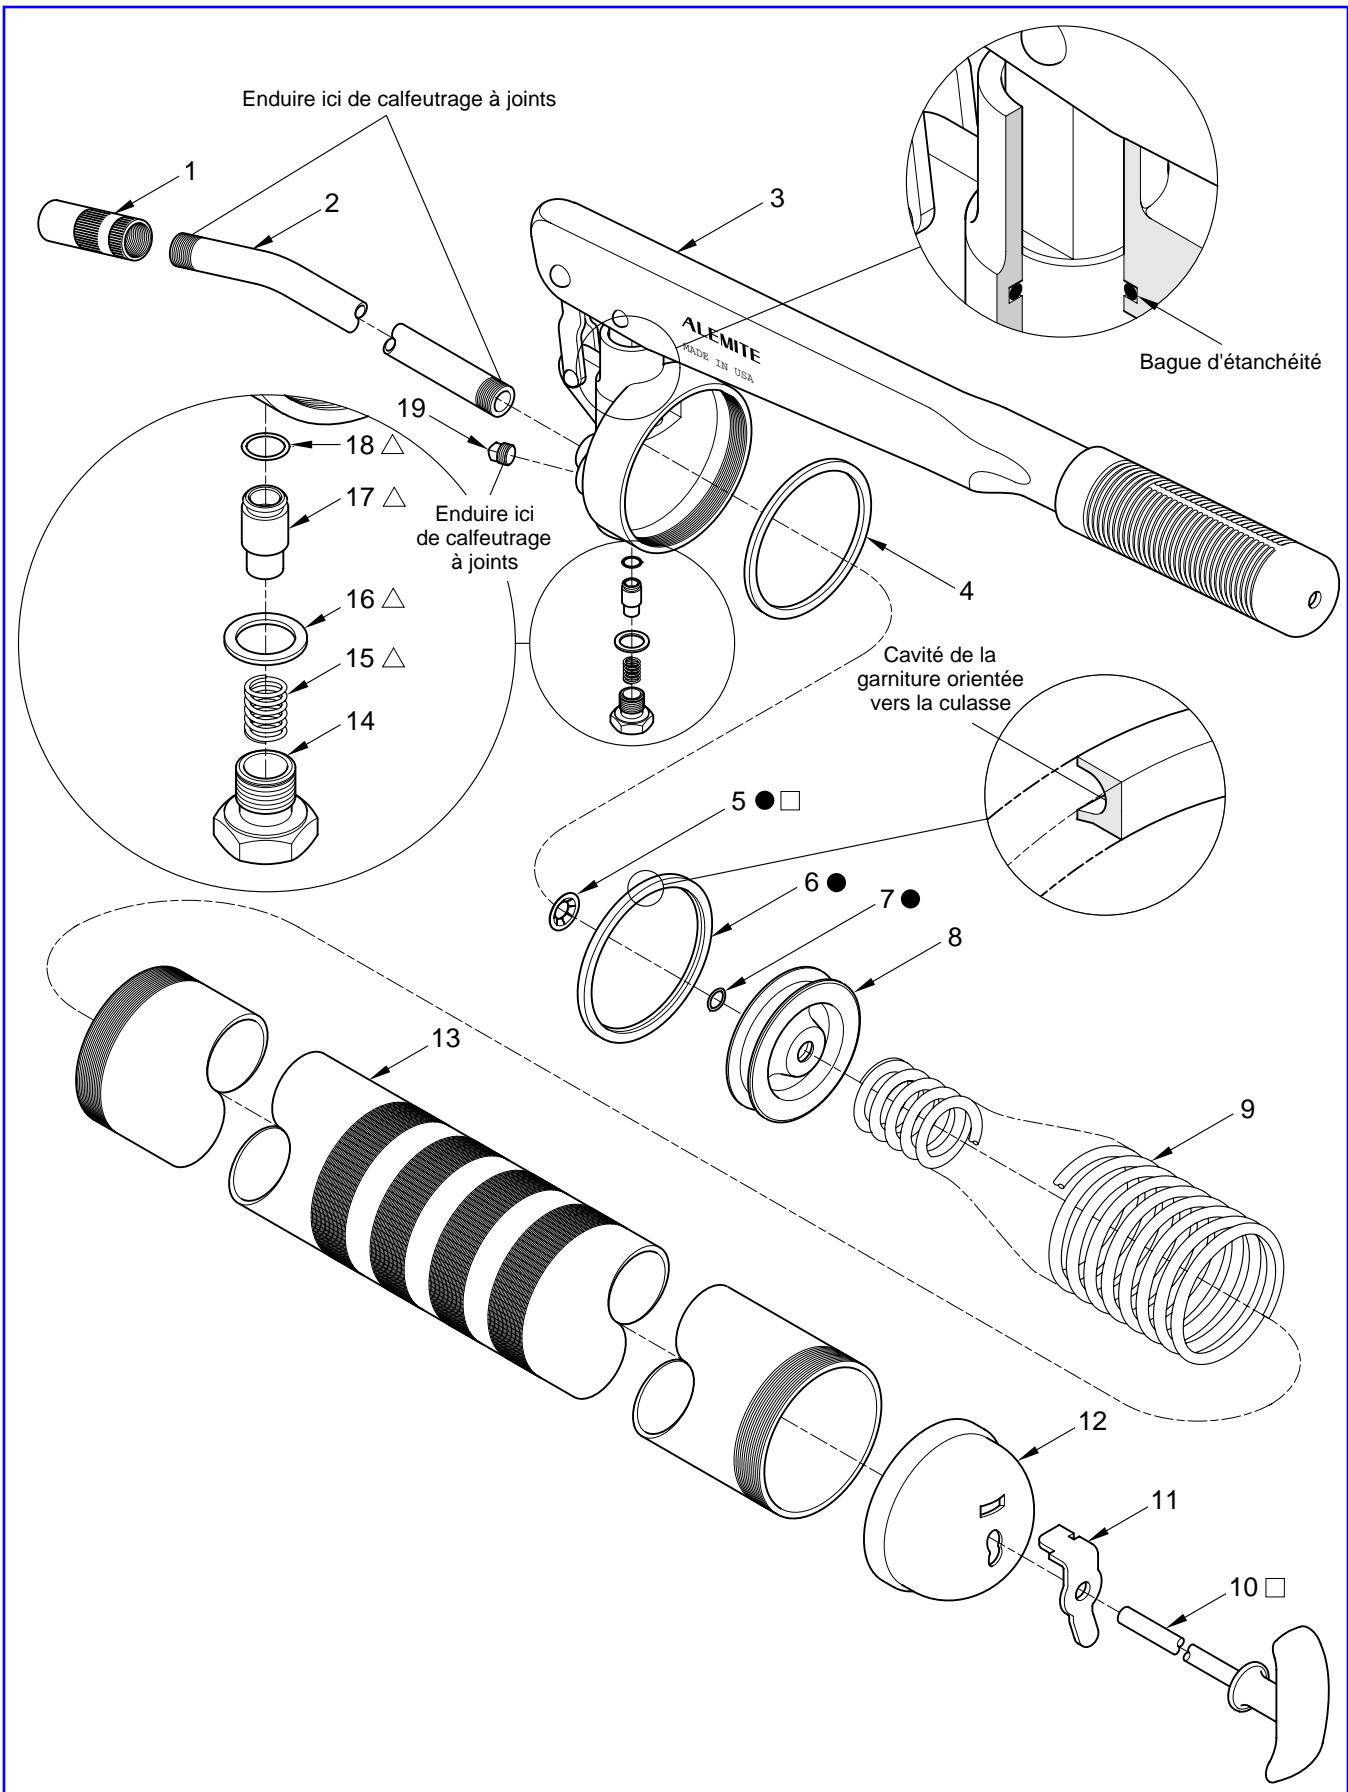

Figure 2 Pistolet d'huile à manette : Eclaté
1. Dévisser le cylindre (13) de la culasse (3). Se reporter à la **figure 2**.
2. Tirer le piston (10) complètement au fond du cylindre et le laisser se bloquer en place.
5. Actionner le loquet (11) de manière à libérer le piston.